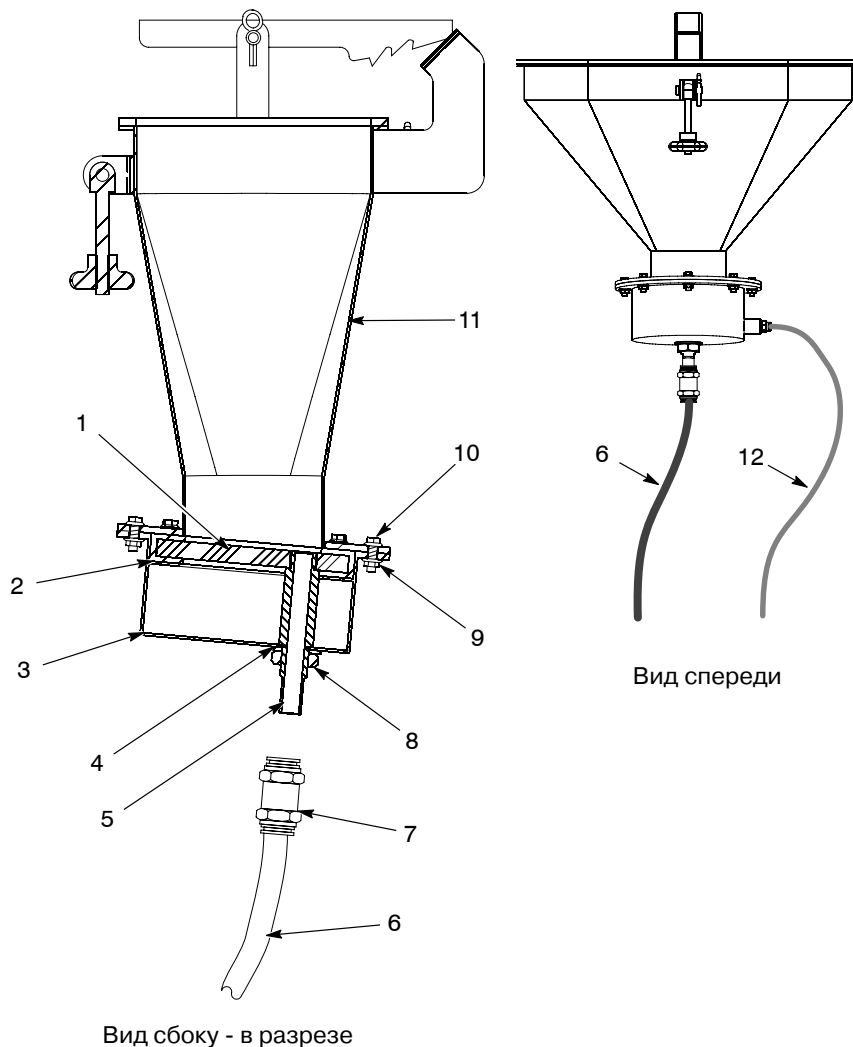

Рис. 13 Отводящая воронка
1. См. рис. 13. Отсоединить пневмошланг псевдооживления (12).
2. Отсоединить 16-мм порошковый шланг (6) от переходного ниппеля (7). Отсоединить переходной ниппель от разгрузочной трубки (4).
3. Снять камеру (3) с отводящей воронки (11), вывернув восемь болтов (10) с гайками (9).
4. Отвернуть стопорную гайку (8) и снять уплотнительную прокладку (4) с разгрузочной трубки. Использовать два гаечных ключа: одним ключом удерживать за грани разгрузочную трубку, а вторым отворачивать стопорную гайку.
5. Вынуть из камеры диск псевдооживления (1) с прокладкой (2) и разгрузочную трубку. Вывернуть разгрузочную трубку из диска псевдооживления.